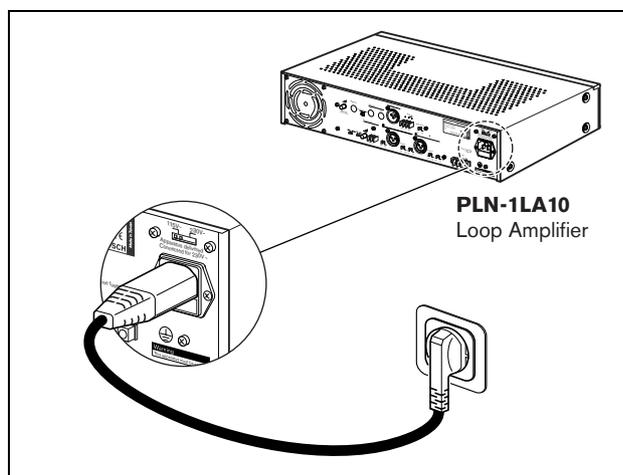

figura 4.7: Fonte de alimentação, ligação
- 3 Ligue um cabo de alimentação aprovado localmente do amplificador de laço a uma tomada (consulte a figura 4.7).